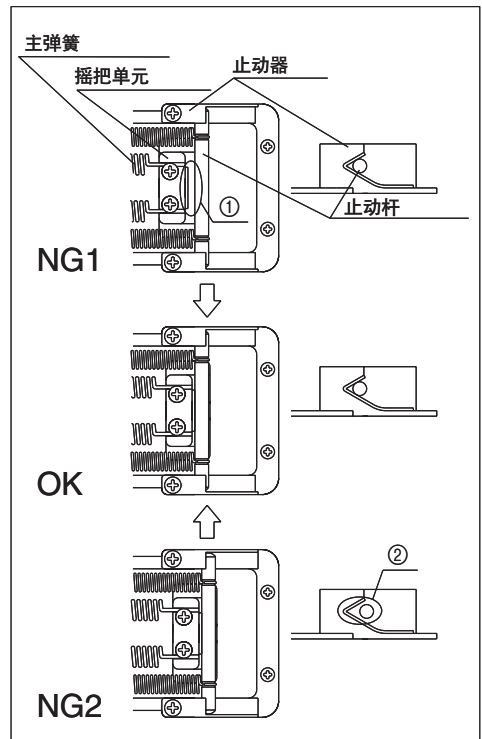

图40
请在正确调音的状态下确认止动杆与摇把单元和止动器保持接触(图40 OK)。
如果止动杆未与摇把单元保持接触(图40 NG1-①)，请逆时针转动主弹簧调整旋钮，将主弹簧松开。
如果止动杆未与止动器保持接触(图40 NG2-②)，请顺时针转动主弹簧调整旋钮，将主弹簧加紧。